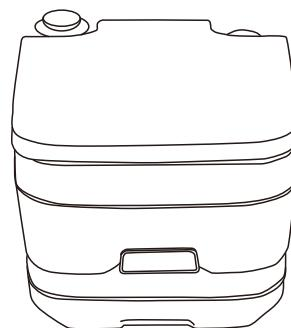

Figura 1
- Si adatta alla maggior parte degli spazi compatti: 295 mm x 355 mm x 420 mm (figura 1)